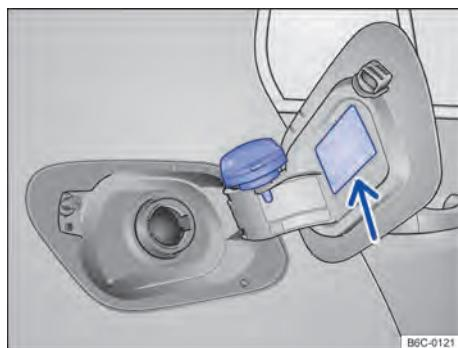

Fig. 121 Portinhola do tanque de combustível aberta com a tampa do tanque de combustível pendurada.
- Remover a tampa do tanque girando-a no sentido anti-horário e encaixá-la no suporte na portinhola do tanque → **Fig. 121**.